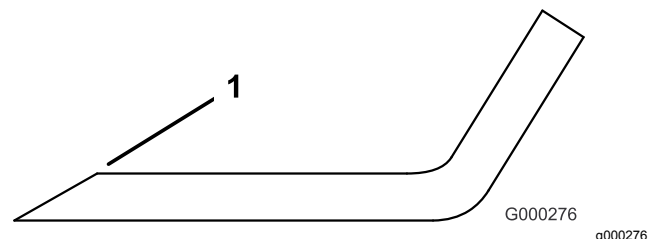

Figure 108
3. Examinez les tranchants de toutes les lames et aiguiser-les s'ils sont émoussés ou ébréchés (Figure 108).
Remarque: N'aiguiser que le haut du tranchant et conservez l'angle de coupe d'origine pour obtenir une coupe nette (Figure 108). Limez la même quantité de métal sur chacun des deux tranchants pour ne pas déséquilibrer la lame.